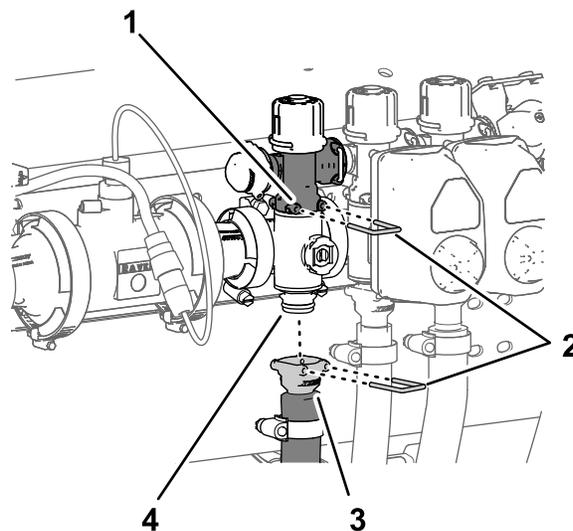
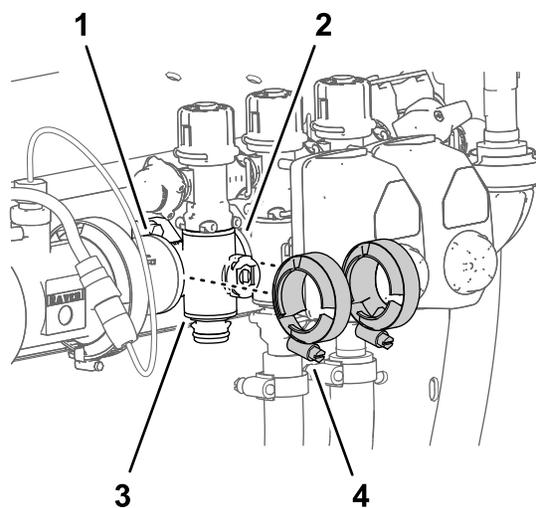

**Figura 117**
**Figura 118**
- Alinhe as 2 juntas que removeu no passo Remoção da válvula do coletor de secção \(página 84\) com as flanges do coletor da válvula de secção (Figura 117).
- Alinhe a flange do coletor da válvula de secção entre as flanges da outra válvula de secção e/ou adaptador de acoplamento (Figura 117).
- Monte o encaixe de ligação rápida do coletor da válvula de secção na tomada de desligação rápida da válvula de distribuição da secção com um pino de ligação rápida (Figura 117 e Figura 118).
- Para os coletores de válvula da secção esquerdo ou direito, monte o coletor da válvula de secção no suporte da válvula (Figura 117) com os 2 parafusos de cabeça flangeada (¼ pol. x ¾ pol.) e 2 porcas de bloqueio flangeadas
8. Monte o acoplador de ligação rápida do tubo de secção na união de ligação rápida do coletor da válvula de secção com o pino de ligação rápida (Figura 118).